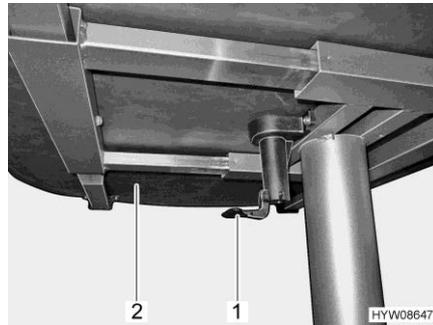

Fig. 132 Palanca para desplazamiento del tablero de la mesa
- Tirar o empujar la palanca (Fig. 132,1) hacia abajo.
- Desplazar a la posición deseada el tablero de la mesa (Fig. 132,2).